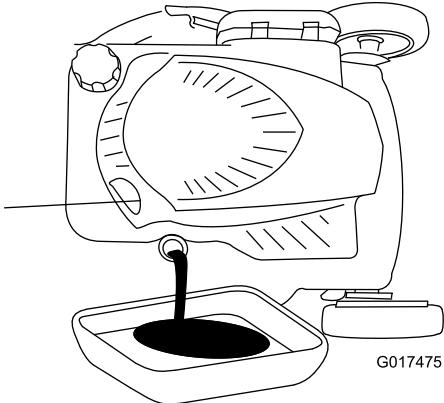

**Figura 31**
3. Retire la varilla girando el tapón en el sentido contrario a las agujas del reloj y tirando del mismo (Figura 31).
10. Observe el nivel de aceite en la varilla (Figura 31).